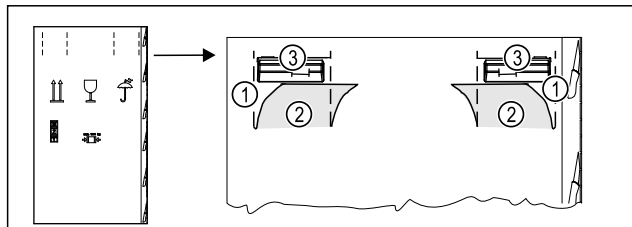

Fig. 6
- ▶ Iespiediet iepakojuma kartonu augšā pie perforējuma Fig. 6 (1).
- ▶ Izvelciet iespiestās plāksnītes Fig. 6 (2).
- ▶ Labajā un kreisajā pusē ir redzams pārvietošanas rokturis Fig. 6 (3).
- ▶ Turiet ierīci aiz pārvietošanas rokturiem Fig. 6 (3).